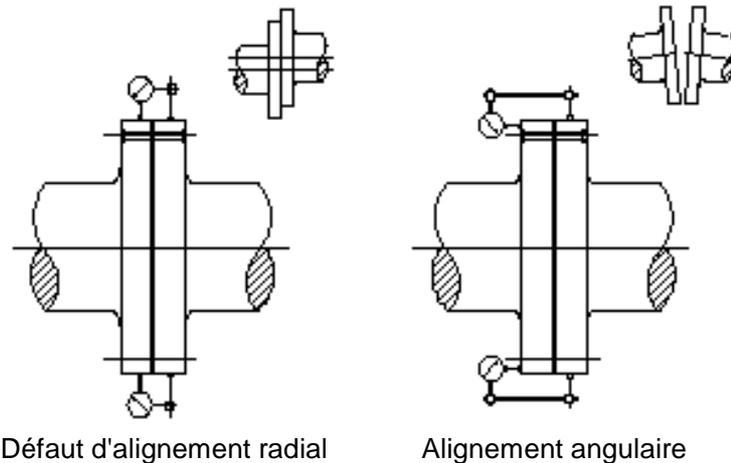

Figure 3-9 Vérification de l'alignement à l'aide de comparateurs
3. Montez le matériel d'alignement. Si vous utilisez des comparateurs, il est recommandé de régler le comparateur à cadran de sorte à placer l'aiguille environ au centre du cadran. Vérifiez la rigidité des supports du comparateur pour ne pas qu'ils se détendent. Reportez-vous à *Figure 3-9* *Vérification de l'alignement à l'aide de comparateurs*.